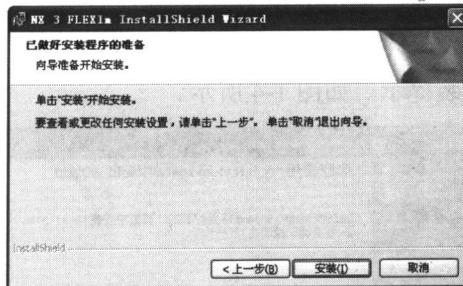

图 1-7 安装步骤 (5)
(10) 在对话框中单击【浏览】按钮，选择刚才复制到硬盘的许可证文件 ugnx3.lic 的所在位置。
(11) 完成许可证文件路径选择后，单击【下一步】按钮，继续安装，提示如图 1-7 所示。